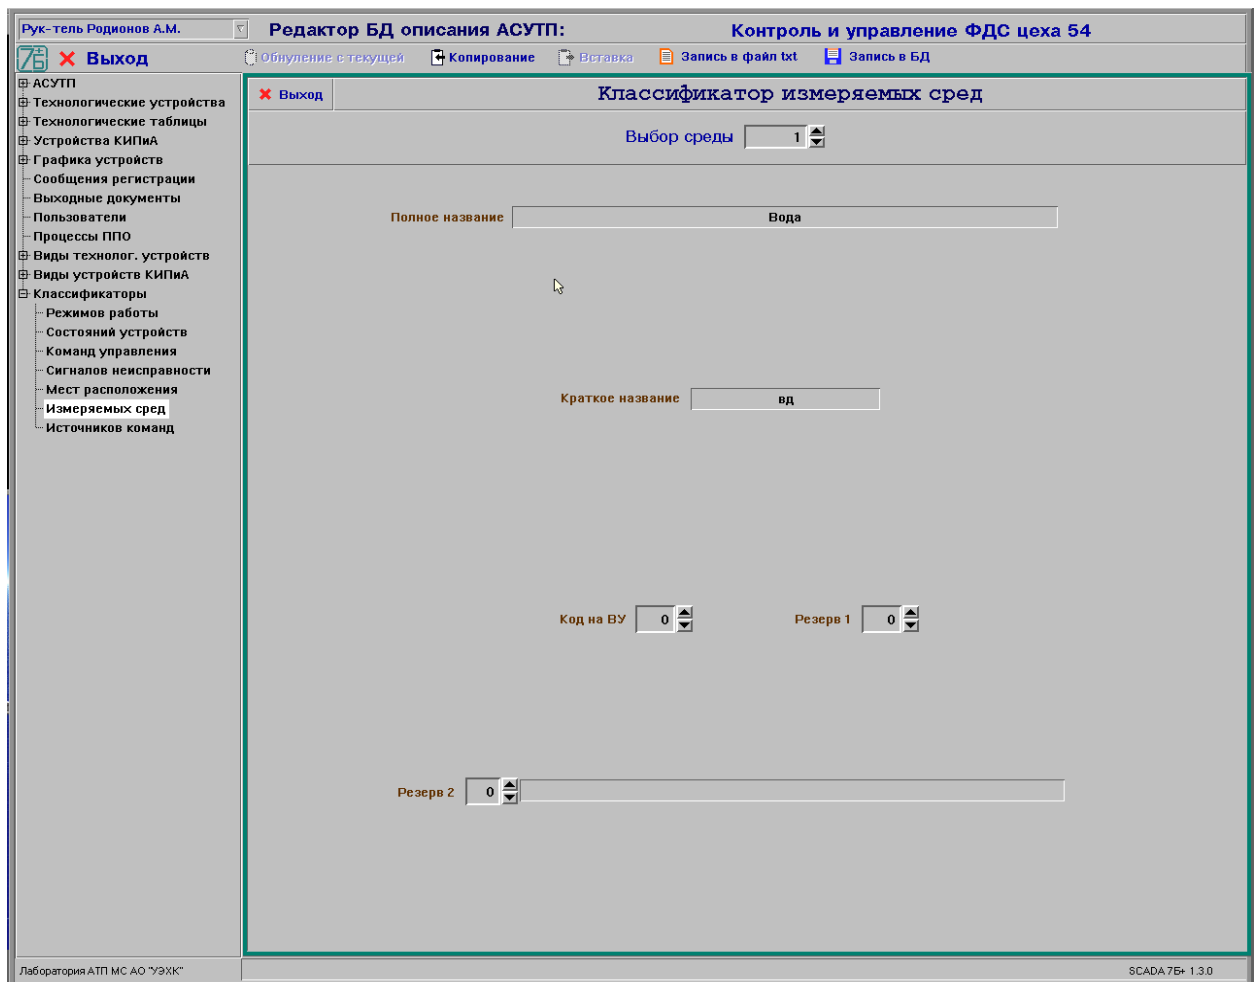

Рисунок 45 - Окно редактирования видов измеряемых сред
8.22.7 В окне редактирования команд управления устройств (см. рис. 45) дополнительно отображаются следующие параметры, записанные в БД, и которые может откорректировать пользователь: